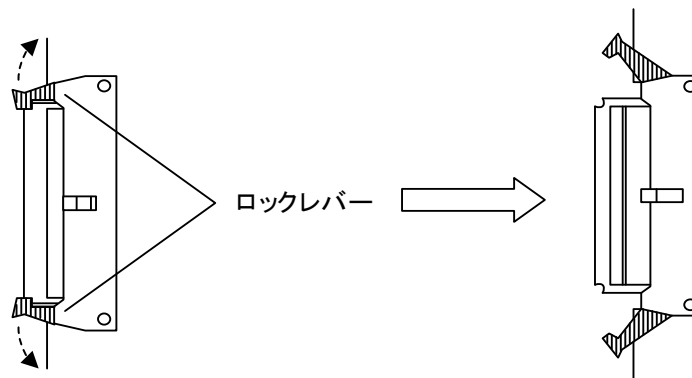

図15. フラットケーブルのロックレバー
2. 図15のようにGPU回路と前面パネル表示部を接続しているフラットケーブルのロックレバーを起し、フラットケーブルを外します。